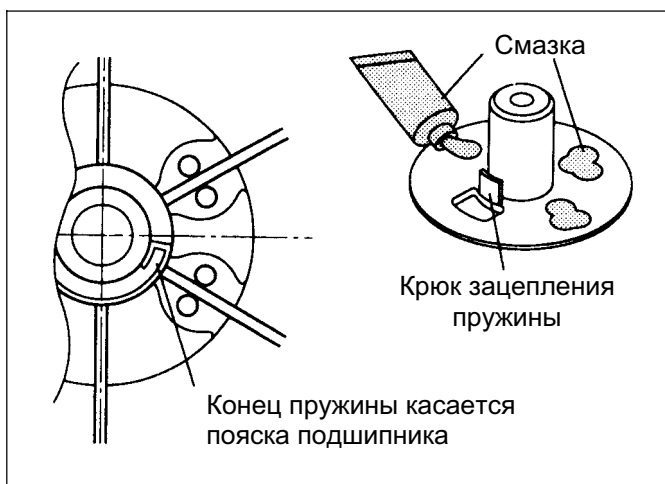

Рис. 10-3
(1) Установить катушку в корпус, для этого
- 1: нанести на внутреннюю стенку корпуса немного смазки (рис. 10-3)
- 2: поправить внутренний конец пружины, установленной в катушке (рис. 10-3)